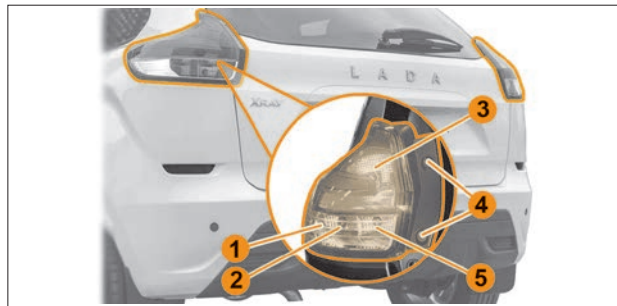
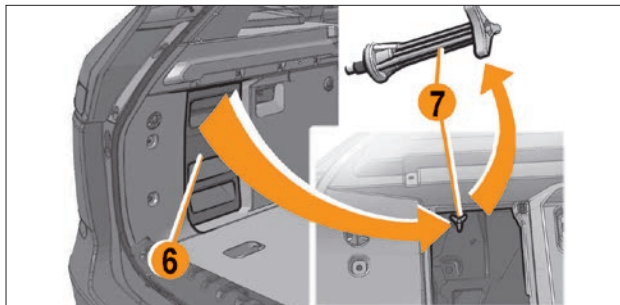

Рис. 8.12. Задние фонари
Рис. 8.13. Снятие обивки и винта
Для замены лампы в заднем фонаре сначала необходимо снять сам фонарь, для этого (рис. 8.12):
- откройте багажник, обеспечив доступ к самонарезающим винтам **4** и винту **7** (рис. 8.13) крепления фонаря **1** (см. рис. 8.12);
- открутите винт **7** (см. рис. 8.13) из багажного отделения, для этого необходимо снять пластиковую обивку **6**, потянув ее в направлении, указанном на рисунке;
- аккуратно снимите фонарь **1** (см. рис. 8.12), потянув его на себя;